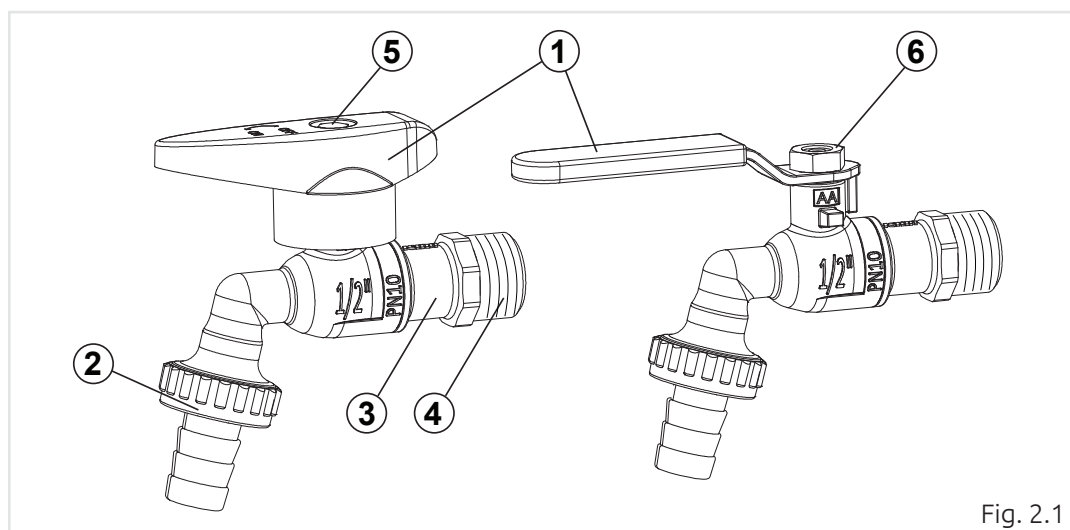

Fig. 2.1
Il rubinetto deve essere installato con la sfera in posizione di apertura ed a impianto fermo; assicurarsi che all'interno della tubazione non vi sia pressione e che la temperatura sia quella ambiente. Il rubinetto è fornito in posizione di apertura, come indicato sulla leva (1) (fig. 2.1) la chiusura di esso avviene in senso orario osservando il rubinetto frontalmente rispetto al gruppo portagomma (2) (fig. 2.1), l'apertura in senso anti-orario.
Il fissaggio sull'impianto avviene tramite l'attacco filettato (4) (fig. 2.1) ricavato nel manicotto (3) (fig. 2.1); le filettature sono eseguite secondo norme internazionali (tipo G, ISO 228) e di conseguenza i raccordi o le tubazioni a cui vengono fissati devono rispondere alle stesse normative.
Per facilitare la tenuta delle giunzioni, si raccomanda di distribuire degli appositi prodotti di tenuta (es: i nastri in PTFE) sul filetto del manicotto (4) (fig. 2.1) del rubinetto.
Il gruppo portagomma si è allentato/non è avvitato correttamente	Stringere nuovamente il gruppo (2) (fig.2.1 → cap.2 Installazione)